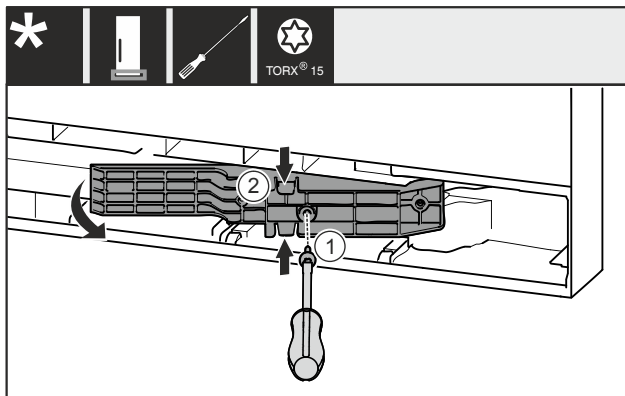

Fig. 13*
- ▶ Schroef Fig. 13 (1) verwijderen.*
- ▶ Adapterstuk Fig. 13 (2) boven en onder iets samendrukken en eruit trekken.*